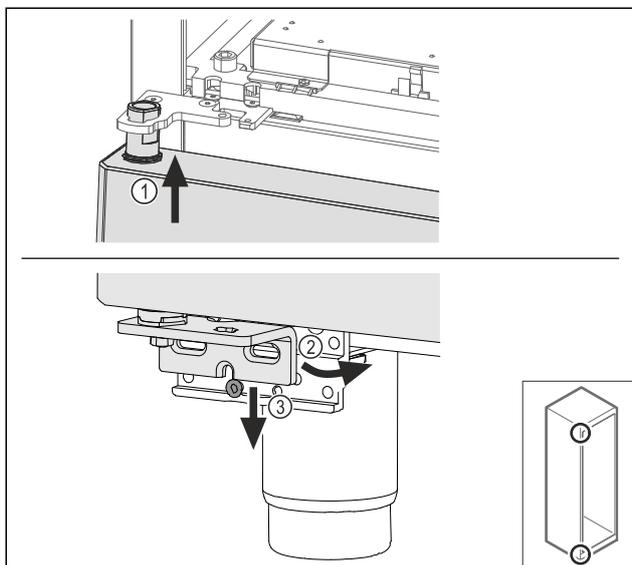

Fig. 68
- ▶ Inserire la porta leggermente inclinata in alto Fig. 68 (1), addezzare la porta Fig. 68 (2) e posizionarla in basso sulla vite del blocco di supporto Fig. 68 (3).